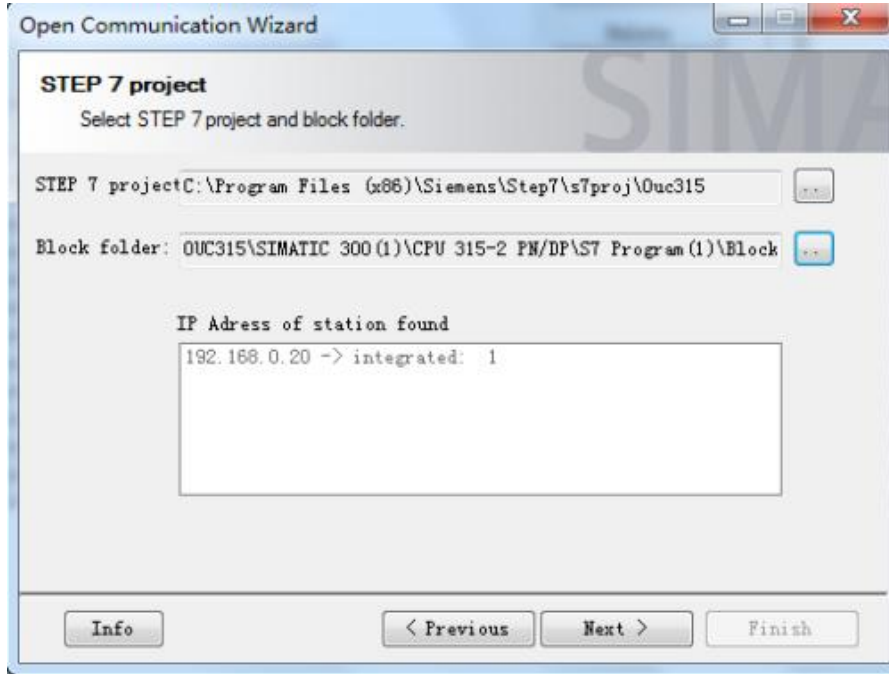

图 3-2 启动开放通信向导，定位项目文件夹
3.2 通过开放式通信向导，创建连接参数。开放式通信向导下载地址：<http://support.automation.siemens.com/CN/view/zh/98957840>，下载安装后打开向导，定位到所创建的 S7-300 项目，如图 3-2 所示。